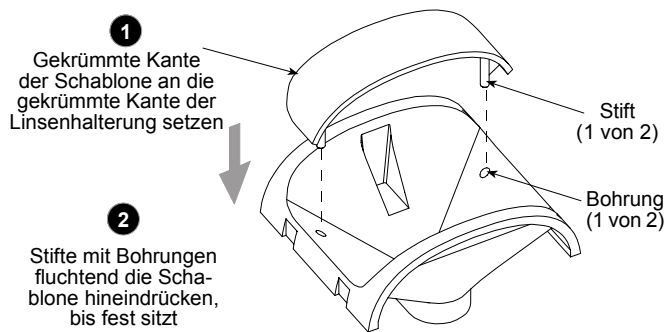

Abb. 12 Einsetzen der Schablone
- B. Vorgefertigte Kunststoffschablone wie in Abb. 12 gezeigt in ihre Position im Linsenhalter drücken.